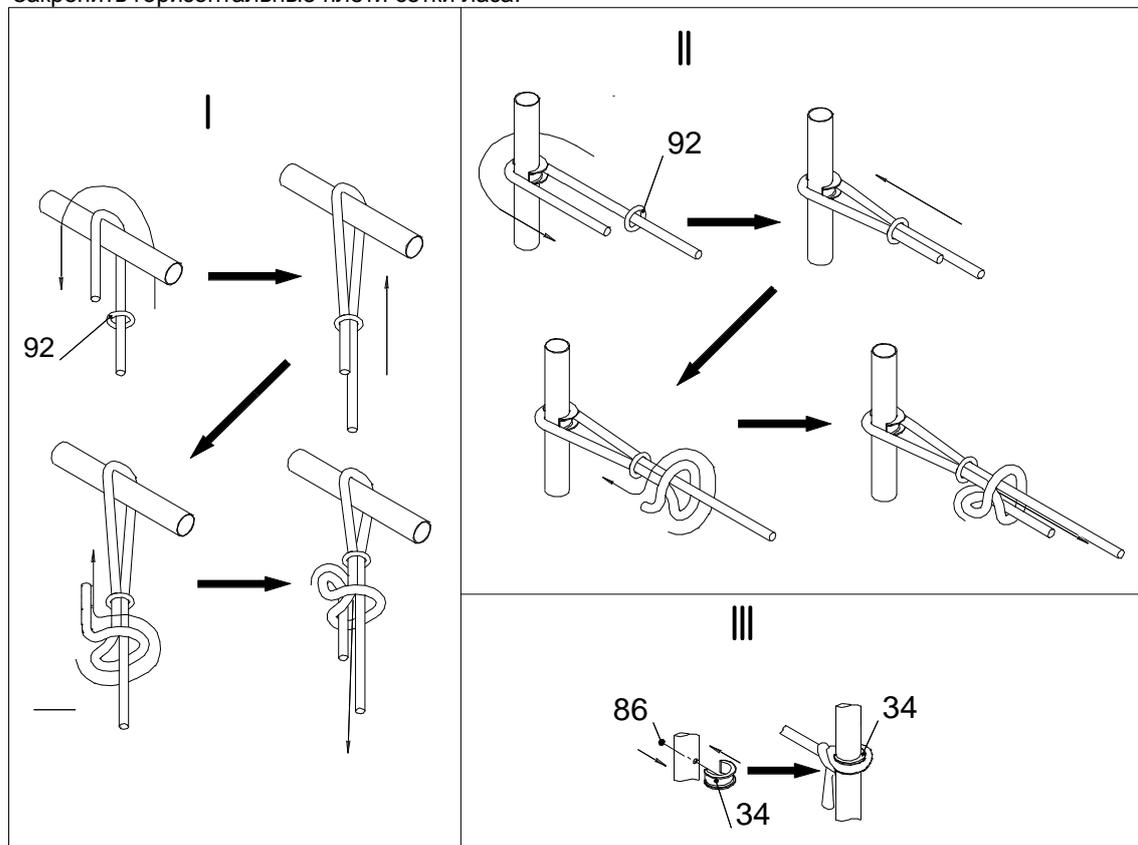

Рис.12
10.4.4 Установить сетку для лазания поз.119 (рис. 12).